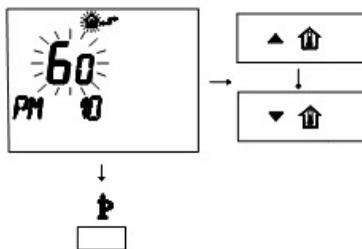

Figura 5.56
- Para modificar el punto de consigna programado use los botones o y espere a que el número programado comience a parpadear (Figura 5.56).